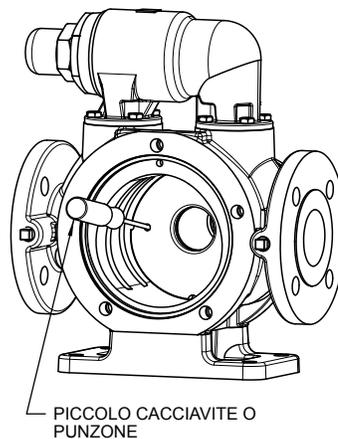
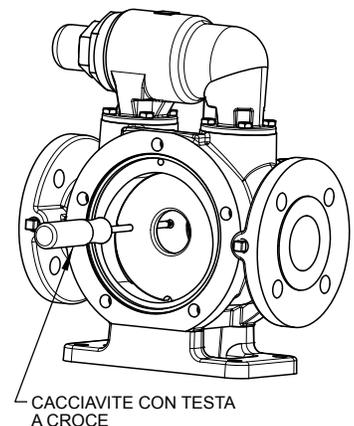

FIGURA 5
FIGURA 6
4. Togliere il primo disco al carbonio facendo attenzione a non romperlo. Vedere **Figura 5**.
10. Facendo attenzione, togliere il secondo disco al carbonio dal corpo. Se il disco del corpo è incastrato, un piccolo cacciavite o punzone potrà essere usato nel modo mostrato in **Figura 5**. Usare il cacciavite per aiutarsi a estrarre il disco fuori dal foro della camma del corpo come mostrato in **Figura 6**.